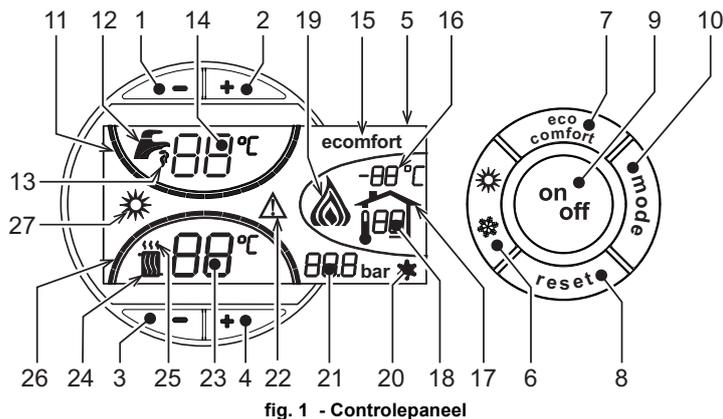
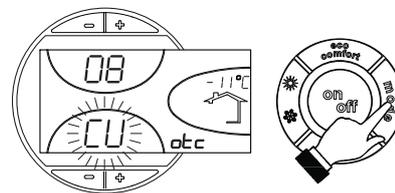
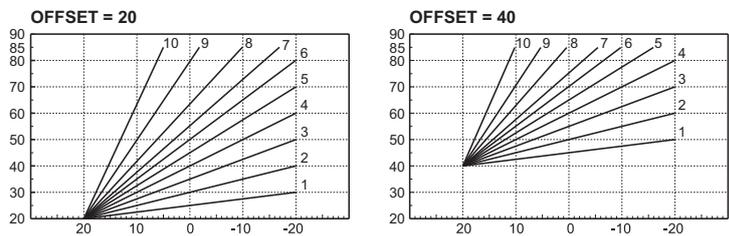

fig. 1 - Controlepaneel
fig. 11 - Kromming stoeklijn
fig. 14 - Voorbeeld van parallelle verplaatsing van de compensatiecurven
Het verzoek om verwarming (door de Omgevingsthermostaat of de Timerafstandsbediening) wordt aangegeven met knipperen van de warme lucht boven de radiator (detail 24 en 25 - fig. 1).
fig. 1 De streepjes die de verwarmingsgraad aangeven (detail 26 -) gaan branden naarmate de temperatuur van de verwarmingssensor de ingestelde waarde dichterbenaadert.
Het verzoek om sanitair water (naar aanleiding van gebruik van warm sanitair water) wordt aangegeven met knipperen van het warm water onder de kraan (detail 12 en 13 - fig. 1). Controleer of de functie Comfort geactiveerd is (detail 15 - fig. 1)
De streepjes die de temperatuur van het sanitaire water aangeven (detail 11 - fig. 1) gaan branden naarmate de temperatuur van de sensor van het sanitaire water de ingestelde waarde dichterbenaadert.
Wanneer verwarming van de boiler actief is (standaard ingesteld) wordt op het display het symbool COMFORT (detail 15 - fig. 1) geactiveerd; wanneer ze is uitgeschakeld is op het display het symbool ECO (detail 15 - fig. 1) geactiveerd
De gebruiker kan de boiler uitschakelen (modus ECO) door te drukken op de toets eco/comfort (detail 7 - fig. 1). Druk nogmaals op de toets **eco/comfort** (detail 7 - fig. 1) om de modus COMFORT te activeren.
Druk 1 seconde op de toets **on/off** (detail 9 - fig. 1) .
De sanitaire en verwarmingswerking is niet meer actief. Het antivriessysteem blijft actief. Druk nogmaals 1 seconde op de toets **on/off** (detail 9 - fig. 1) om de ketel weer aan te zetten.
Druk 1 seconde op de toets **zomer/winter** (detail 6 - fig. 1).
Op het display wordt het symbool Zomer (detail 27 - fig. 1) actief: de verwarmingsketel levert uitsluitend warm water. Het antivriessysteem blijft actief.
Druk weer 1 seconde op de toets **zomer/winter** (detail 6 - fig. 1) om de modus Zomer te deactiveren.
Bedien de **verwarmingstoetsen** (detail 3 en 4 - fig. 1) om de temperatuur te variëren van minimaal 30 °C tot maximaal 80 °C.
-/+ Bedien de toetsen voor sanitair water (detail 1 en 2 - fig. 1) om de temperatuur te variëren van minimaal 10°C tot maximaal 65°C.
Wanneer de externe temperatuursonde (optioneel) wordt geïnstalleerd, wordt op het display van het bedieningspaneel (detail 5 - fig. 1) de werkelijke, door de sonde gemeten buitentemperatuur weergegeven. Het regelsysteem van de verwarmingsketel werkt met "Weersafhankelijke Temperatuur". In deze modus wordt de temperatuur van de verwarmingsinstallatie gereguleerd overeenkomstig de externe weersomstandigheden, zodat gedurende het hele jaar verhoogd comfort en energiebesparing wordt gegarandeerd. Namelijk bij toename van de buitentemperatuur wordt de uitgangstemperatuur van de installatie volgens een vastgestelde "compensatiecurve" verlaagd.
Bij regeling met Weersafhankelijke temperatuur wordt de temperatuur die ingesteld is met de verwarmingstoetsen +/- (detail 3 en 4 - fig. 1) de maximum uitgangstemperatuur van de installatie. Aanbevolen wordt om de maximumwaarde in te stellen, zodat het systeem bij het regelen gebruik kan maken van het gehele functioneringsbereik.
Door eenmaal op de toets **mode** (detail 10 - fig. 1) te drukken wordt de huidige compensatiecurve (fig. 11) afgebeeld en kan ze gewijzigd worden met de **toetsen sanitair water** (detail 1 en 2 - fig. 1).
Door te drukken op de **verwarmingstoetsen** (detail 3 en 4 - fig. 1) wordt toegang verkregen tot parallelle verplaatsing van de curven (fig. 14), die gewijzigd kan worden met de **toetsen sanitair water** (detail 1 en 2 - fig. 1).
Druk nogmaals op de toets **mode** (detail 10 - fig. 1) om de modus voor afstellen van parallelle verplaatsing van de curven af te sluiten.